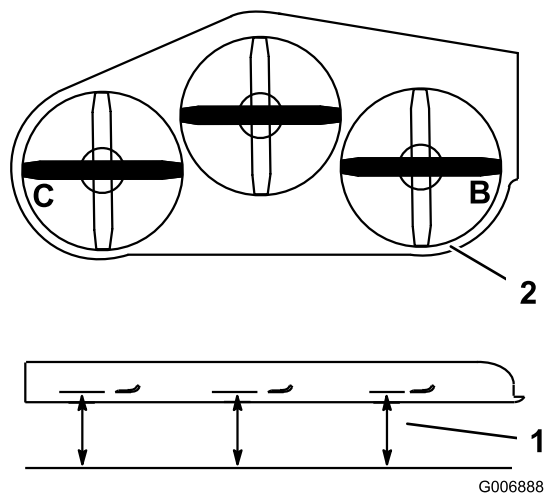

Figura 74
1. Coloque la cuchilla **derecha** en posición lateral (Figura 74).
2. Mida la cuchilla derecha en la posición **B** desde una superficie nivelada hasta el filo de corte del extremo de la cuchilla (Figura 74).
4. Coloque la cuchilla izquierda en posición lateral (Figura 74).
5. Mida la cuchilla izquierda en la posición **C** (Figura 74) desde una superficie nivelada hasta el filo de corte del extremo de la cuchilla.